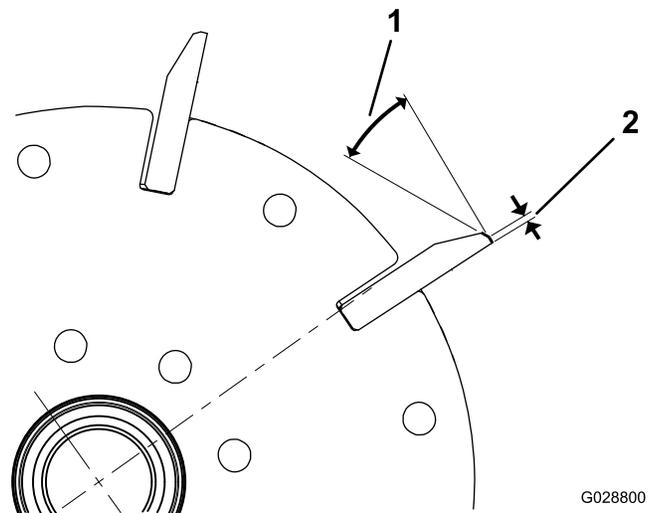

Figure 23
1. Créez un angle de dépouille de 30 degrés sur toutes les lames du cylindre jusqu'à obtention d'une facette de 1,3 mm de largeur (Figure 23 et Figure 24).